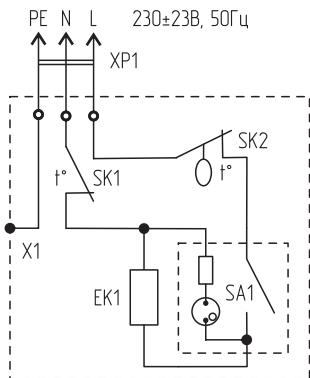

Рис. 2. Электрическая схема конвектора POWER 1000M SE
5.2. Схема электрических соединений и узлов конвектора POWER 1000M SE показана на рис. 2. Нагревательный элемент имеет один нагреватель ЕК1, в цепь питания которого включен рокерный переключатель с подсветкой SA1, термовыключатель защиты от перегрева SK1 и биметаллический термостат SK2.